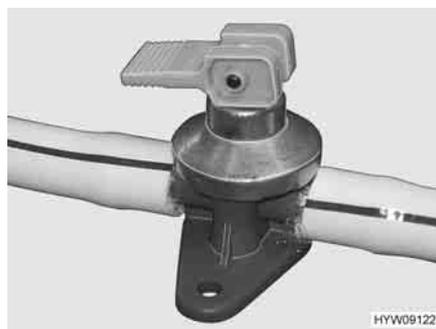
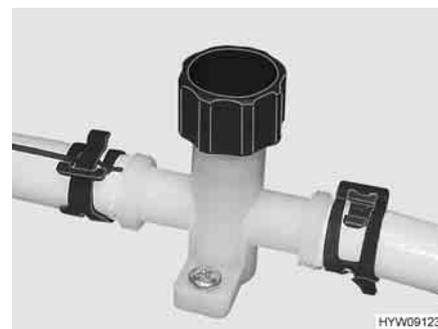

Fig. 156 Rubinetto di scarico (boiler Alde)
Fig. 157 Rubinetto di scarico (tubatura dell'acqua)
- Chiudere i rubinetti di scarico (Fig. 156 e Fig. 157). Chiudere i coperchi in senso orario oppure posizionare la leva a bilanciere in posizione orizzontale. L'ubicazione delle valvole di sicurezza/di scarico e dei rubinetti di scarico è riportata al paragrafo "Posizione dei rubinetti di scarico delle valvole di sicurezza/di scarico", alla fine di questo capitolo.